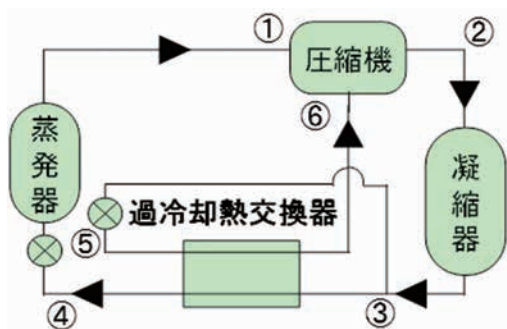
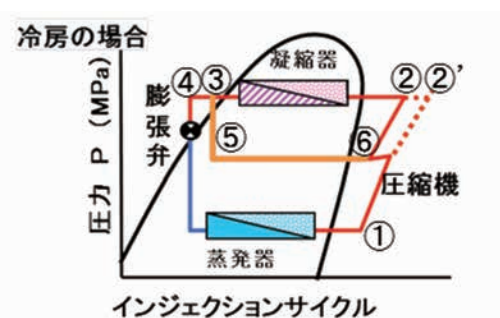

図6. 中間インジェクション回路図
図7. 中間インジェクション回路モリエル線図
(2) 中間インジェクション回路
中間インジェクション回路では、凝縮器出口の液冷媒の一部を分岐し（図6、7の③）、中間圧力まで減圧し（図6、7の⑤）、過冷却熱交換器バイパス側を通し、メイン側の液冷媒を過冷却する（図6、7の③から④）。ガス化した冷媒は圧縮機のインジェクションポートに戻す（図6、7の⑤から⑥）。中間インジェクション回路なしの場合、全冷媒を低压（図7の①）から高压（図7の②'）に圧縮する必要があるが、中間インジェクション回路の場合、バイパス冷媒は中圧（図7の⑥）から高压（図7の②）に圧縮することになり、低压から中圧まで圧縮する分の動力が不要となるため、効率が向上する。